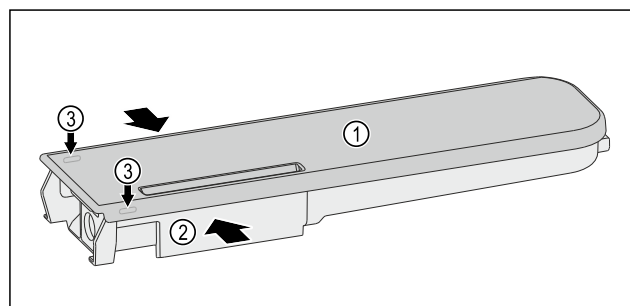

Fig. 119
- Comprimerne il serbatoio dell'acqua Fig. 119 (2) e fare leva con attenzione sul coperchio Fig. 119 (1) sollevandolo dai naselli di arresto Fig. 119 (3).
- Spostare leggermente avanti e indietro il coperchio Fig. 119 (1) e rimuoverlo verso l'alto.